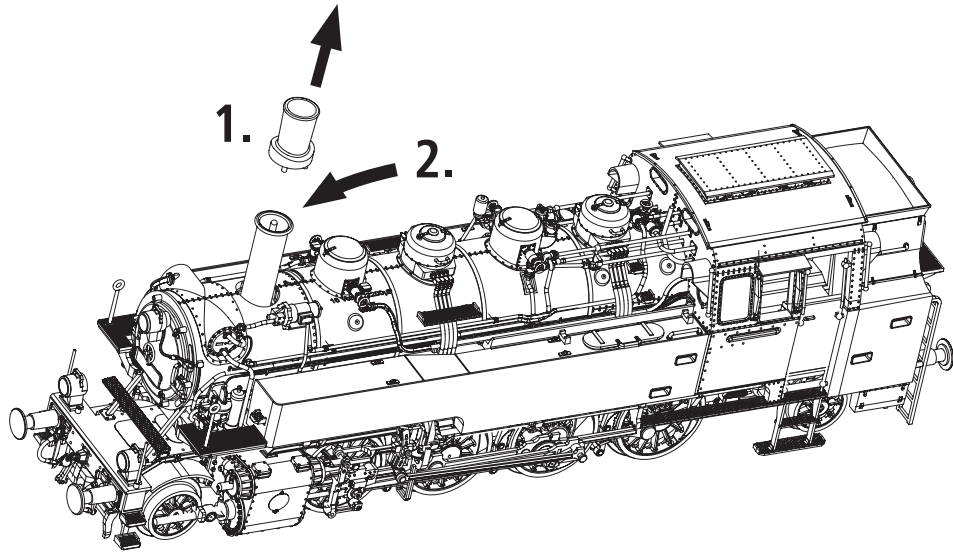

Fig. 6
Zuerst das Lokgehäuse abnehmen (Fig. 6) Danach den Brückenstecker aus der Schnittstelle entfernen (diesen sorgsam aufbewahren). Zuletzt den Stecker des Steuerbausteins lagerichtig einsetzen (siehe Fig. 8).
2. Schmierung: Versehen Sie die im Schmierplan in Fig. 10 gekennzeichneten Stellen mit nur **kleinen Öltropfen**. Dazu zuerst das Lok- bzw Tendergehäuse abnehmen (Fig. 6). Wir empfehlen den ROCO **Öler Art.-Nr. 10906**. Fürs Schmieren der Getriebeteile (Zahnräder, Schnecke) empfehlen wir das **ROCO-Spezialfett Art.-Nr. 10905**. Im Falle der Schmierung diese Teile **nicht ölen**.
5. Kohlebürstenwechsel: Lokgehäuse abnehmen (Fig. 6). Danach wird der **Motor ausgebaut** und die **Kohlebürsten ausgewechselt** (Fig. 9).
First remove loco body (fig. 6). Then remove the jumper from the interface. Finally put the plug of the chip into the interface as shown in fig. 8.
2. Lubrication: Apply **tiny oil drops** to spots marked in fig. 10. Prior to lubrication dismantle the loco body or the tender body (fig. 6). We recommend using item no. **10906, Roco oiler**. For lubrication the gearparts (e.g. cogwheels, worm) we would recommend our Roco **special grease** (item no. **10905**).
3. Steam generator application (fig. 5): First remove the loco body (fig. 6) and then push in the Seuthe steam generator no. 10 (running in digital mode: use no.11).
5. Carbon Brush Changing: First remove locomotive body (fig. 6), and then the motor (fig. 9).
Exploitation en télécommande multi-trains: Veuillez démonter d'abord la caisse du loco (fig. 6). Enlevez ensuite la fiche de shuntage de l'interface (à conserver!) et enfichez finalement la fiche du module de télécommande aux prises de l'interface. Veillez à la position correcte de la fiche (voir fig. 8).
2. Graissage: N'appliquez **qu'une toute petite goutte** aux endroits indiqués par le plan de graissage (fig. 10) après avoir démonté la caisse du locomotive (fig. 6). Nous vous recommandons le **graisseur à huile Roco réf. 10906**. Pour graisser les engrenages (roues dentées, vis sans fin) nous vous conseillons la **graisse spéciale Roco réf. 10905** pour engrenages en matières synthétiques. Lorsque vous utilisez cette graisse il faut éviter d'huiler ces composants.
5. Remplacement des balais du moteur: Démontez la caisse du locomotive (voir fig. 6). Sortez ensuite le moteur de son longement (voir fig. 9) et échangez finalement le balais.
voir } Fig.6